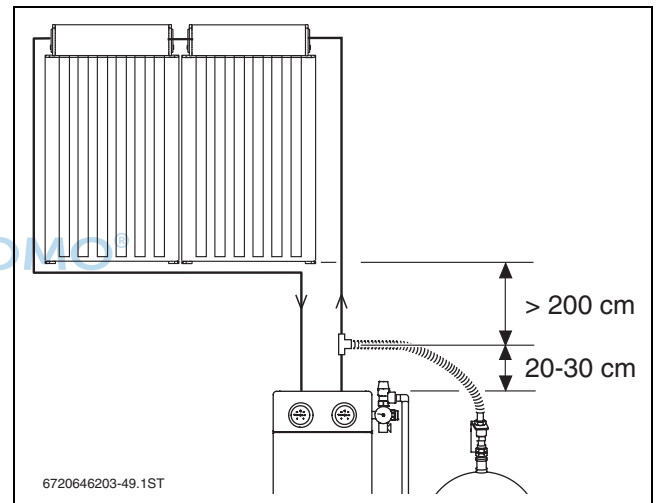

Bild 3
- Das Ausdehnungsgefäß (AG) mit einem T-Stück 20-30 cm oberhalb der Solarstation im Rücklauf montieren (→ Bild 3).
- Der Abstand zwischen Solarstation (Anschluss AG) und Kollektorfeld-Unterkante muss mindestens 2 m betragen (→ Bild 3).